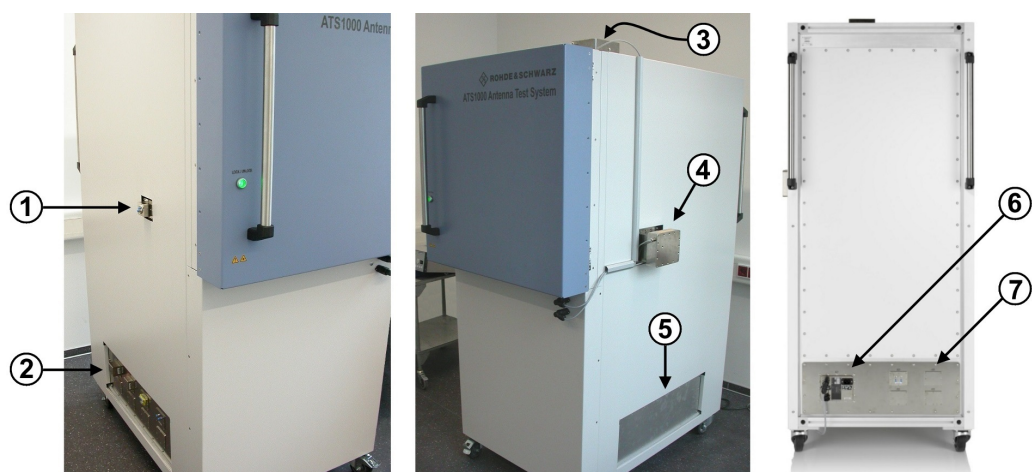

Bild 4-3: Linke, rechte und Rückansicht der R&S ATS1000
Die Taste [Laser] (4) schaltet die Messobjekt-Ausrichtungslaser in der Schirmkammer ein oder aus, siehe Kapitel 4.2, "Messobjekt-Ausrichtungslaser", auf Seite 25. Die Taste befindet sich neben den Anschlüssen der Stromversorgungskabel (5) für die beiden Laserkästen, siehe Bild 4-3.
An der rechten Seitenwand der Schirmkammer befindet sich ein externes Gehäuse (bezeichnet mit 4 in Bild 4-3). Dieses Gehäuse mit der Aufschrift [A311] enthält den Laser zur horizontalen Ausrichtung. Beachten Sie, dass die Laseröffnung in der Seitenwand der Schirmkammer nicht zur Montage einer Durchführung verwendet werden kann.
Nur Rohde & Schwarz Servicepersonal darf den Wartungsdeckel (bezeichnet mit 5 in Bild 4-3) öffnen. Wenn die R&S ATS-TEMP Klimaoption für die Prüfung von Messobjekten bei extremen Temperaturen in der Schirmkammer installiert ist, werden die entsprechenden Zufuhr- und Abluftschläuche für Warm-/Kaltluft über den rechten Wartungsdeckel (5) angeschlossen.
Nur ein **Erfahrener Benutzer** darf die Lasergehäuse (bezeichnet mit 3 und 4 Bild 4-3) entfernen, montieren oder öffnen und die Laser relativ zu den Achsen des Positionierers ausrichten.